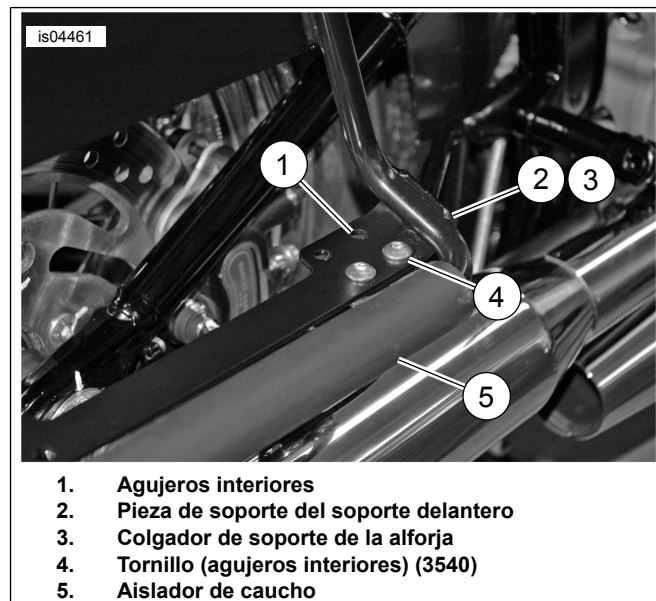

Figura 12. Instalación de la pieza de soporte del soporte delantero al colgador de soporte de la alforja
Vea la Figura 12. Si están instalados los elementos de sujeción de acoplamiento, use los dos agujeros interiores (1) para montar la pieza de soporte del soporte delantero (2) en el colgador de soporte (3) de la alforja. Si no están instalados los elementos de sujeción de acoplamiento, use los dos agujeros exteriores (4).